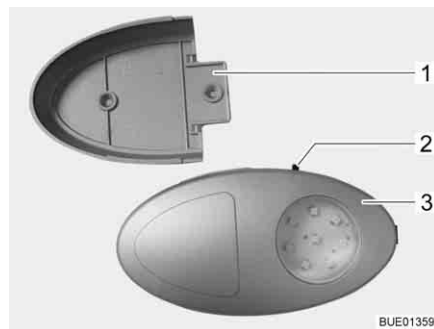

Fig. 47 Luce armadio guardaroba
- ▷ È possibile estrarre la luce armadio guardaroba dal supporto a vite (Fig. 47,1) e utilizzarla come torcia elettrica.
L'interruttore di accensione/spegnimento (Fig. 47,2) è montato direttamente sulla luce armadio guardaroba (Fig. 47,3).